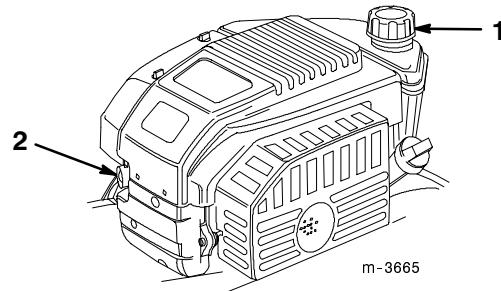

Figure 5
- Nettoyer tout autour du bouchon du réservoir d'essence (Fig. 5).
- Retirer le bouchon du réservoir (Fig. 5).
- Pousser trois fois sur l'amorceur, à 2 secondes d'intervalle (Fig. 5).